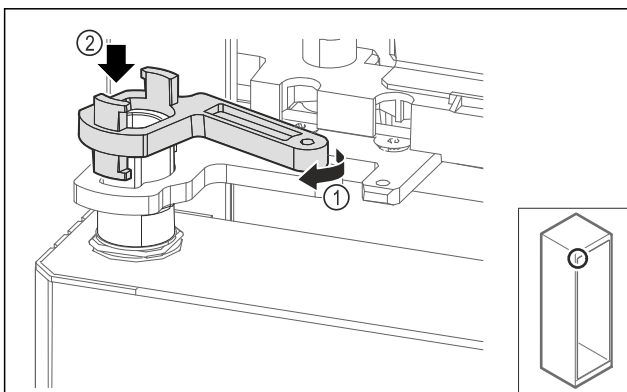

Fig. 70
- Šiek tiek pasukite atraminės gembės fiksatorių Fig. 70 (1) ir užmaukite ant įvorės Fig. 70 (2).